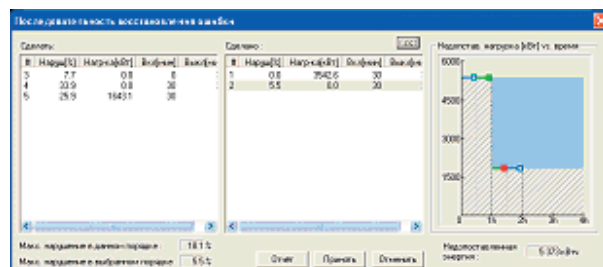

Рис. 100
- Дождаться открытия диалога (рис. 100);